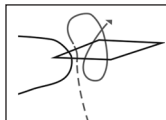

Fig. 8
- c] Passez l'extrémité du fil dans la boucle de fil obtenue et tirez dessus pour créer un nœud (voir Fig. 8).